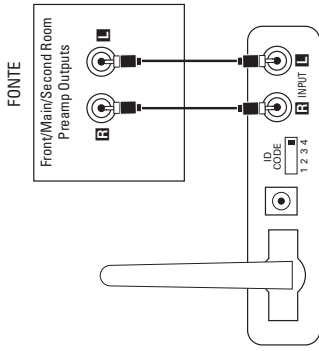

Figura 4.
Passo 1. Ligue o cabo de interligação (incluído) às saídas de pré-amplificação esquerda e direita frontais/principais, saídas da zona 2 ou saídas REC e às entradas do módulo transmissor ④, como se mostra na Figura 4.